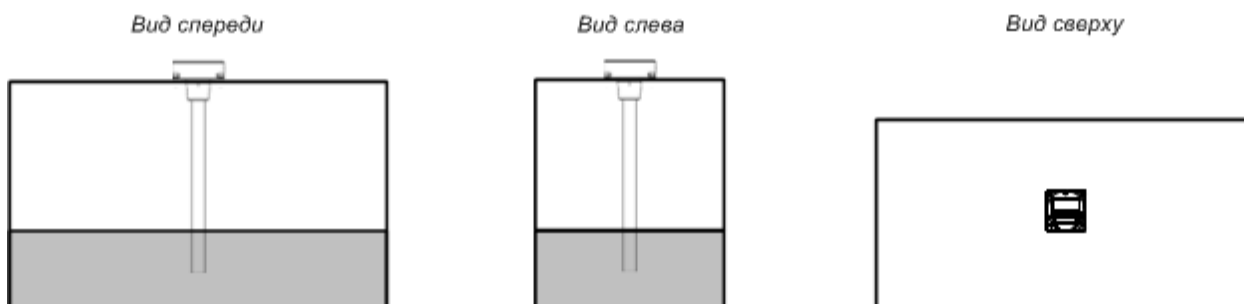
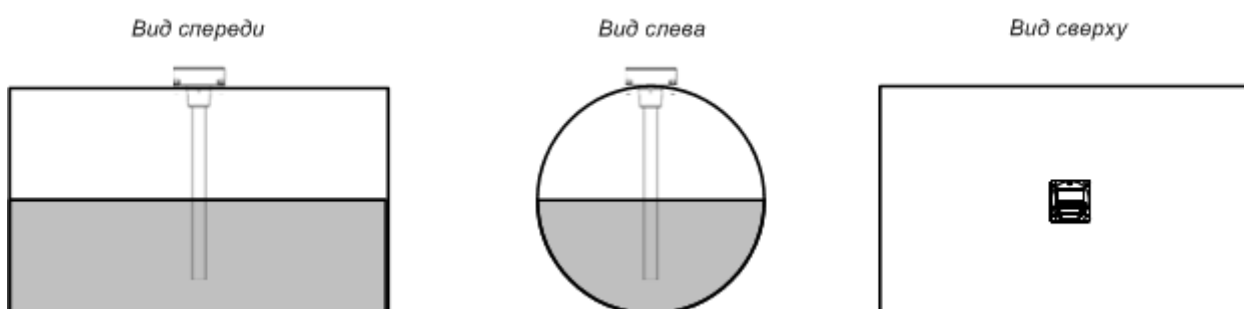
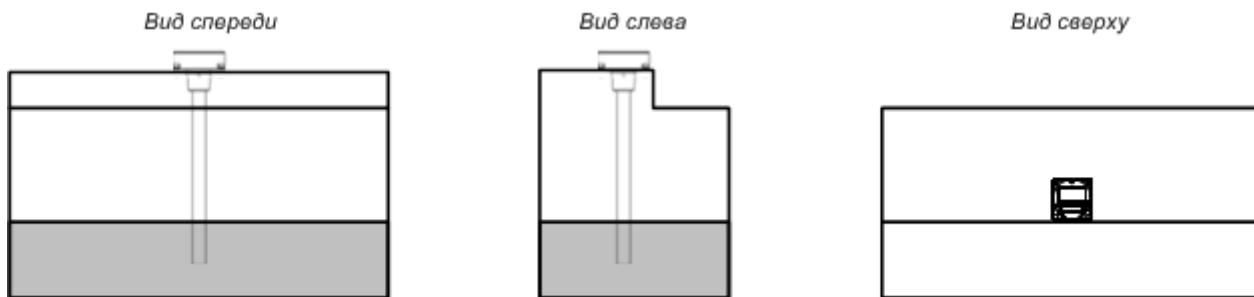

Рисунок 1
Рисунок 2
Рисунок 3
- 1) Установку изделия производить в зависимости от геометрической формы бака в места, указанные на рисунках (Рисунок 1, Рисунок 2, Рисунок 3). Установка изделия в этих местах обеспечивает независимость уровня топлива от наклона ТС.
- 2) В случаях, когда невозможно обеспечить установку изделия в места, указанные на рисунках (Рисунок 1, Рисунок 2, Рисунок 3), место установки необходимо максимально приблизить к указанным.
- 3) Установка изделия вне мест, указанных на рисунках (Рисунок 1, Рисунок 2, Рисунок 3), может привести к зависимости уровня топлива от угла наклона ТС. Например, для техники, работающей на рельефной местности, к завышенным или заниженным показаниям уровня топлива.
Подготовку баков, форма которых соответствует рисунку (Рисунок 2) проводить согласно Приложению Д.